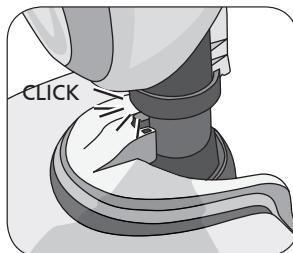
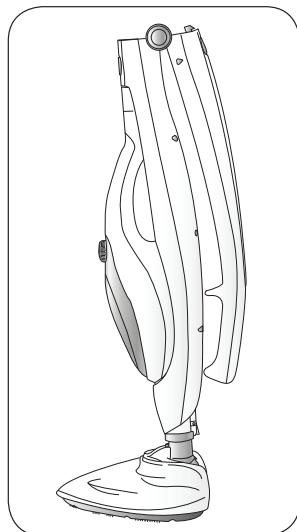

Fig. 11
Fig. 12
Attendere almeno 5 minuti affinché la testa vapore e il panno si siano ben raffreddati. Rimuovere il panno. Inclinare in avanti l'apparecchio fino a chiudere lo snodo sulla testa vapore. Il corretto inserimento avviene con un "click" (Fig. 11). Avvolgere il cavo di alimentazione sui due ganci. Premere il pulsante di sblocco del manico (J) e chiudere l'apparecchio (Fig. 12).
Affinché l'apparecchio sia stabile in posizione verticale occorre bloccare lo snodo sulla testa vapore (Fig. 11).